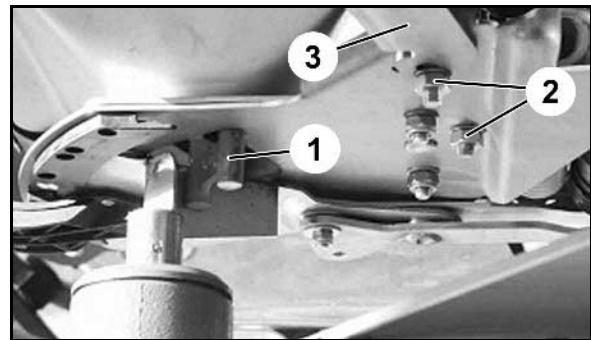

Fig. 9
1. Befestigungsschrauben (Fig. 9/2) der Stellmotor-Konsole (Fig. 9/3) lösen.
2. Einstelllehre (Fig. 9/1) in die Durchlassöffnung einstecken.
3. Stellmotor-Konsole (Fig. 9/3) gegen die Einstelllehre verschwenken und Befestigungsschrauben (Fig. 9/2) wieder anziehen.